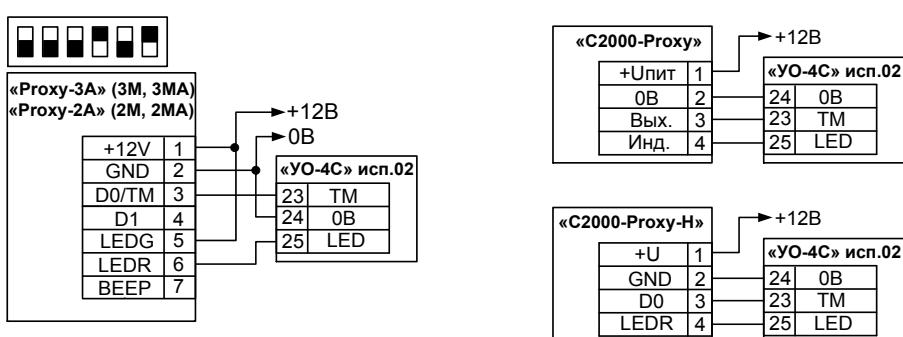

Рисунок 6. Схемы подключения считывателей
4.6 Подключите считыватель по одной из схем на рис. 6.